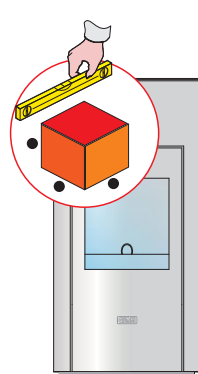

Abb.13
• Prüfen Sie mit einer Wasserwaage die stabile Aufstellung des Pellet-Kaminheizofens. Unebenheiten im Boden können mit den höhenverstellbaren Füßen ausgeglichen werden (**Abb. 13**).